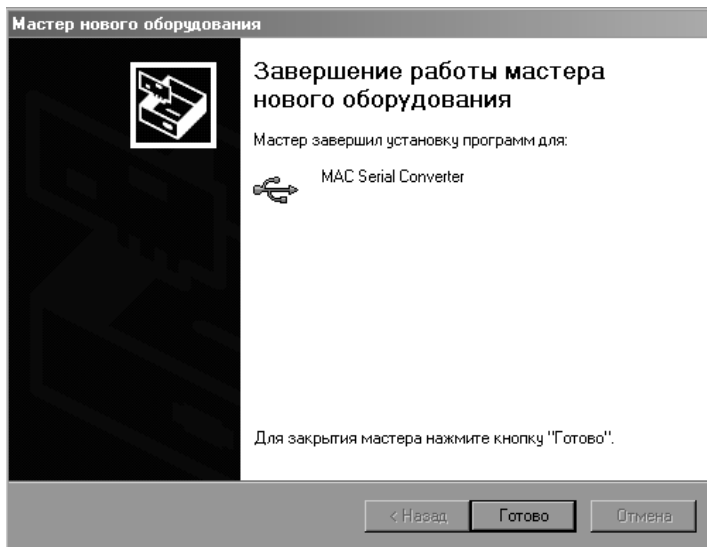

Рис.8
- после установки драйвера, будет выдано сообщение (Рис.8). Необходимо нажать кнопку “Готово” и завершить установку драйвера.